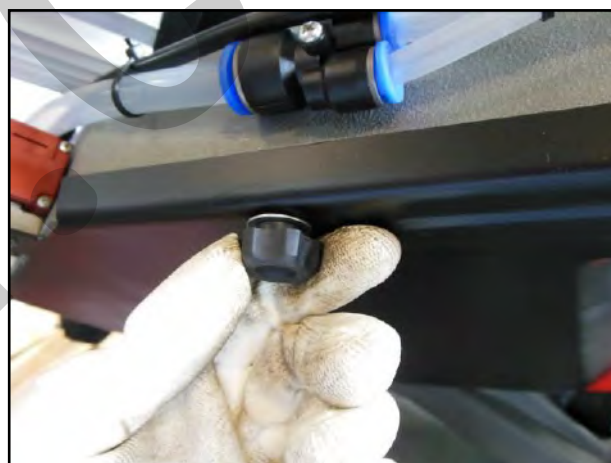

Figura 29 – Apertura carter di protezione.
1. Svitare a mano i pomelli di fissaggio del carter di protezione lama posto sul lato sinistro della testa mobile (vedere Figura 29).